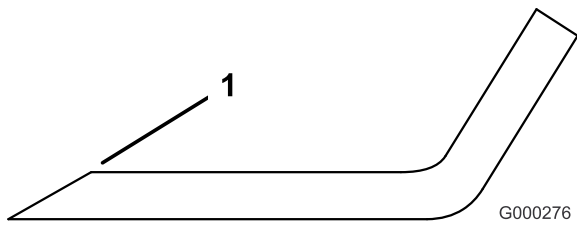

Figura 51
1. Utilice una lima para afilar el filo de corte en ambos extremos de la cuchilla (Figura 51). Mantenga el ángulo original. La cuchilla permanece equilibrada si se retira la misma cantidad de material de ambos bordes de corte.